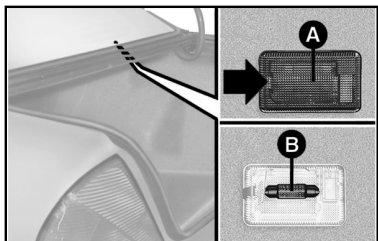

fig. 45
- 1) Retirar o grupo porta-lâmpadas e a lente **A-fig. 45** empurrando com uma chave de fenda as lingüetas de retenção.